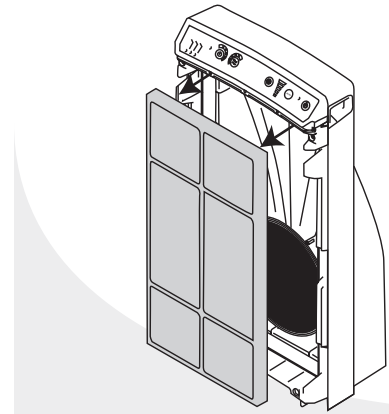

FIG. 5
5. **Quite** el filtro de olores estirándolo hacia fuera (Fig. 5).